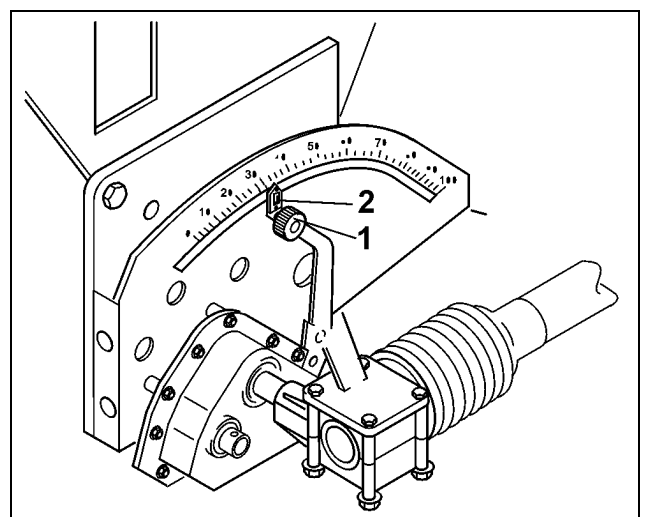

Fig. 69
- Låseknappen (Fig. 69/1) på gearhåndtaget løsnes.
- Viseren på gearhåndtaget (Fig. 69/2) skubbes hen på én af følgende indstillinger:
- Låseknappen (Fig. 69/1) aktiveres.